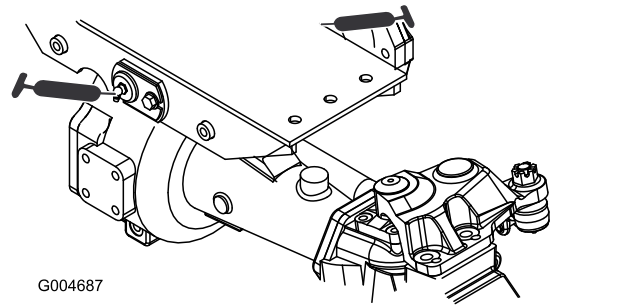

Bild 59
- Drehbüchsen an der Vorder- und Hinterachse (2) (Bild 59)